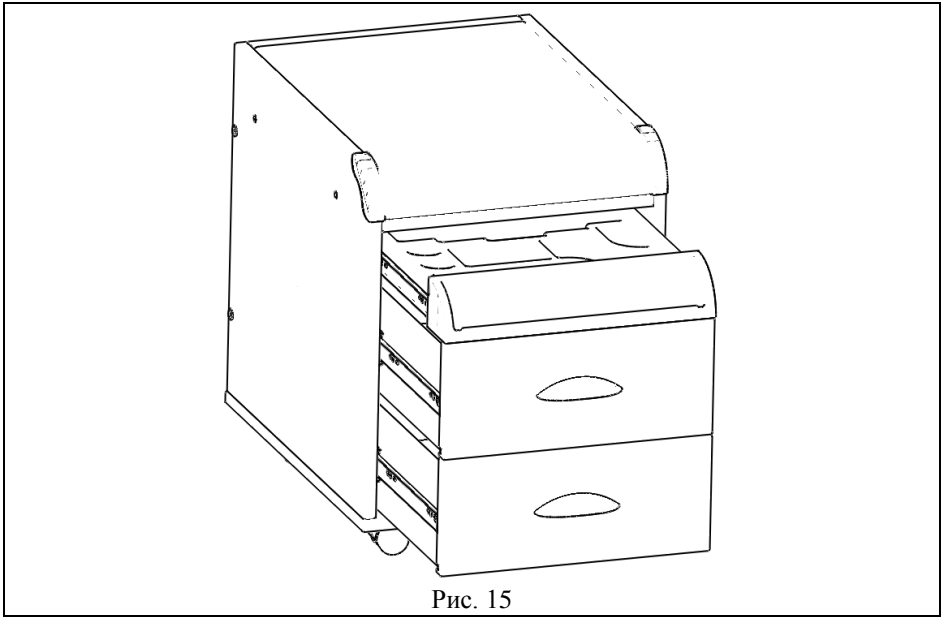

Рис. 15
5.3.1. В корпус тумбы (сборка по п. 5.1.10) вставить ящики (сборка по п. 5.2.6), лоток в сборе (поз.3, упаковочное место 2). (См. рис. 15).